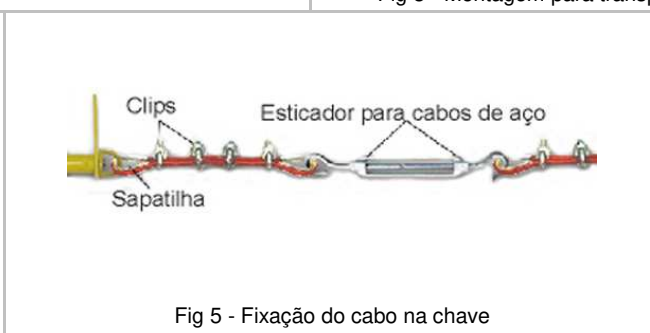

Fig 5 - Fixação do cabo na chave
- O cabo de aço deve ser esticado até que o eixo do acionamento encoste no batente. Prenda então o cabo na alça conforme indicado na fig. 5. Recomendamos o uso de esticador próximo à chave de emergência para facilitar o ajuste de cabo esticado.